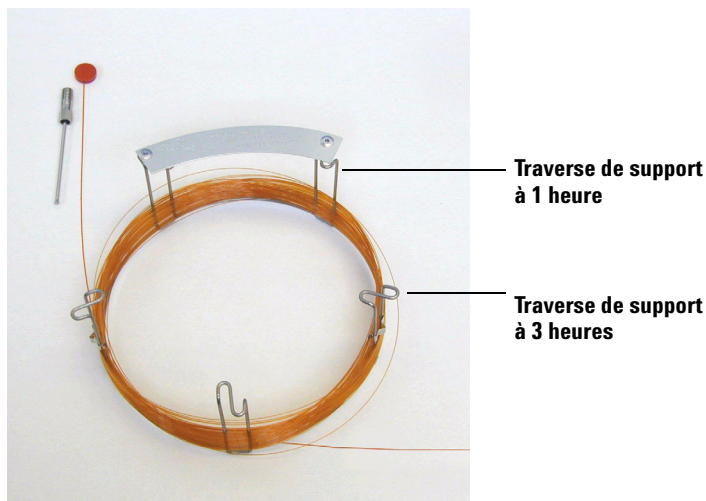

Figure 2 Colonne avec 2 spires dégagées
- 2 Déposer le septum qui obture la SORTIE de la colonne et dégager la colonne sur 2 spires. Voir Figure 2.